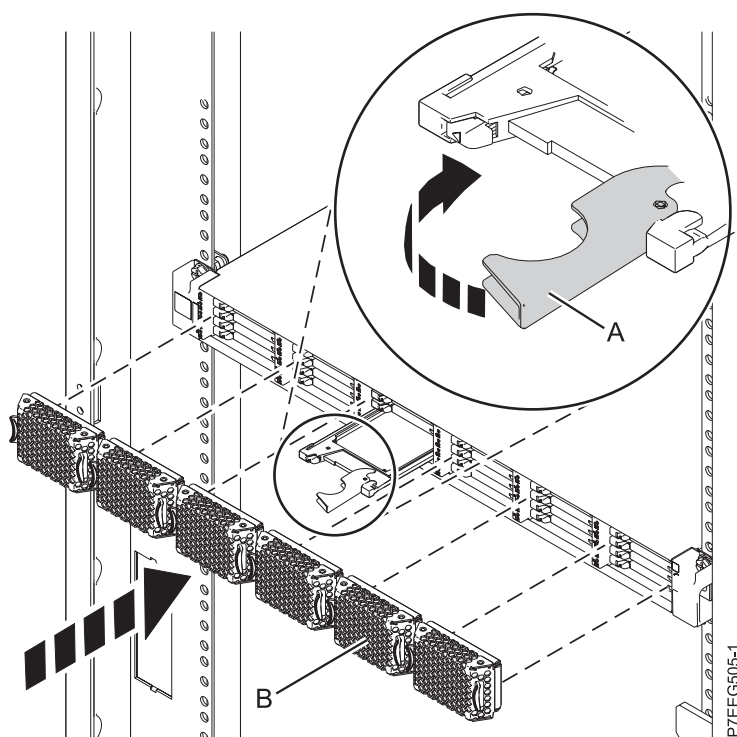

Figura 54. Substitució d'una unitat d'estat sòlid a Allotjament d'emmagatzematge PCIe 5888.
3. Feu girar la nansa (A) fins a la posició de bloqueig, tal com es mostra a Figura 54.
4. Instal·leu la tapa bisellada (B).